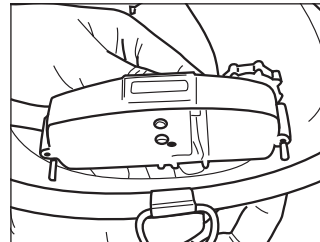

Figure 20
2. Alignez l'ensemble des piles avec les vis (figure 20).